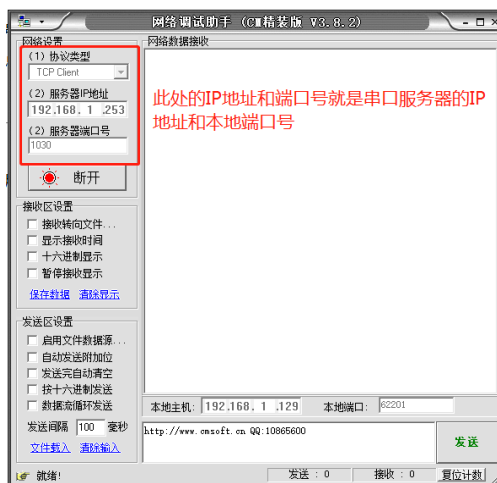

图 4.5 网络调试助手设置为 TCP 客户端
用“网络调试助手 V3.8”软件来模拟用户的 TCP 客户端软件，具体设置如图 4.5 所示。
① 本章是以串口 1(PORT1)为例进行通信测试的，若用户想用其他串口通信，只需将图 4.5 中服务器端口号改成设备相应 PORT 的端口号即可。